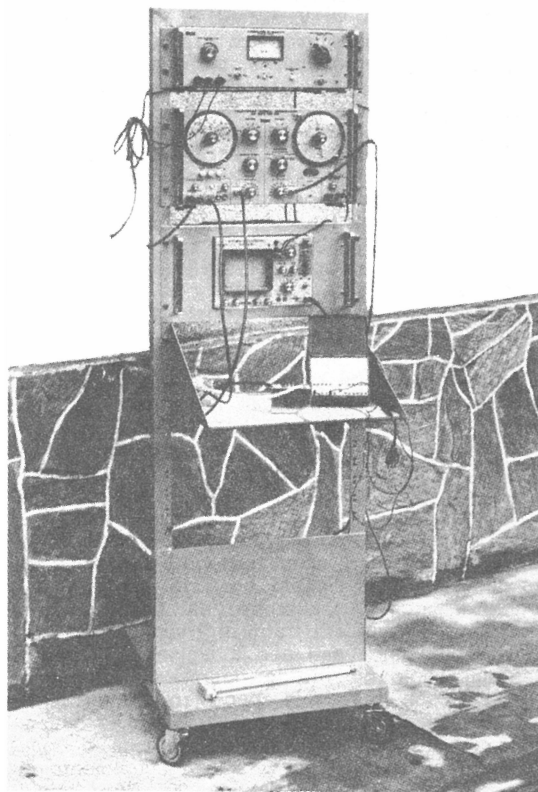

Fig. 1.4.2 - Carrello porta strumenti.
D) Carrello porta strumenti Fig. 1.4.2 - Si tratta di un carrello del tipo RACK appositamente studiato per l'alloggiamento di strumenti di laboratorio. È stato costruito dalla Ditta UNAOHM. L'utilità del carrello in esame, raffigurato in fig. 1.4.2 è molteplice: